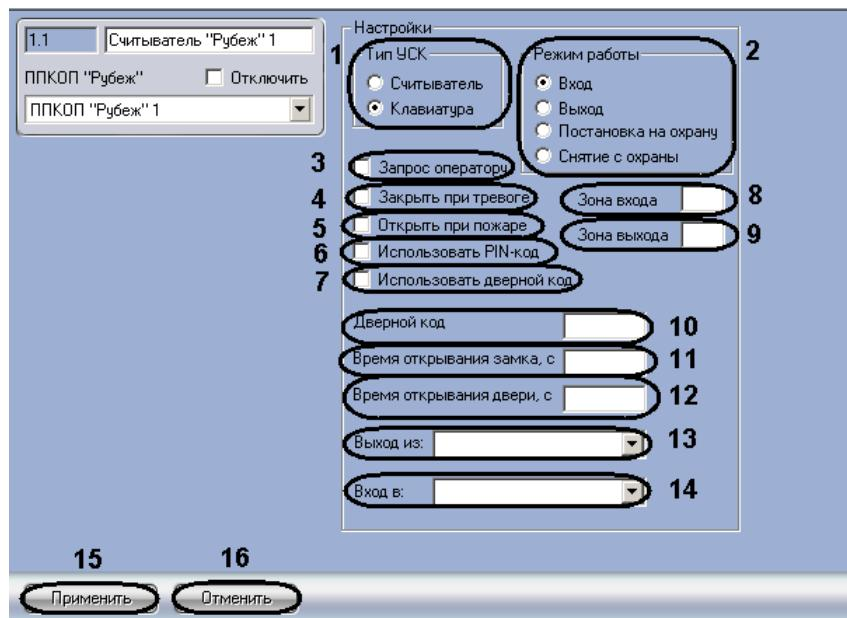

Рис. 3.5-2 Настройка считывателя
- Перейти на панель настроек объекта **Считыватель “Рубеж”** (Рис. 3.5-2).
- В поле **Тип УСК** установить переключатель в положение соответствующее используемому типу устройства считывания кода (см. Таб. 3.5-1, Рис. 3.5-2, 1).
- В поле **Режим работы** установить переключатель в положение соответствующее режиму работы данного считывателя (см. Таб. 3.5-2, Рис. 3.5-2, 1).
- Установить флажок **Запрос оператору**, если необходимо посылать запрос оператору для подтверждения открытия двери (см. Рис. 3.5-2, 3).
- Установить флажок **Закрыть при тревоге**, если необходимо закрывать дверь при срабатывании тревожной сигнализации (см. Рис. 3.5-2, 4).
- Установить флажок **Открыть при пожаре**, если необходимо открывать дверь при фиксировании пожарной тревоги (см. Рис. 3.5-2, 5).
- Установить флажок **Использовать PIN-код**, если необходимо использовать ввод PIN-кода (см. Рис. 3.5-2, 6).
- Установить флажок **Использовать дверной код**, если необходимо использовать ввод кода считывателя (см. Рис. 3.5-2, 7).
9. В поле **Зона входа** ввести номер охранной зоны прибора *Рубеж-07*, куда входит пользователь через данный считыватель (см. Рис. 3.5-2, **8**).
10. В поле **Зона выхода** ввести номер охранной зоны прибора *Рубеж-07*, откуда выходит пользователь через данный считыватель (см. Рис. 3.5-2, **9**).
11. В поле **Дверной код** ввести код считывателя (см. Рис. 3.5-2, **10**).
12. В поле **Время открывания замка** установить значение в секундах, определяющее временной интервал удержания замка в открытом состоянии при срабатывании считывателя (см. Рис. 3.5-2, **11**).
13. В поле **Время открывания двери** установить значение в секундах, определяющее временной интервал удержания двери в открытом состоянии, после которого генерируется сигнал **Удержание двери** (см. Рис. 3.5-2, **12**).
14. Из раскрывающегося списка **Вход в:** выбрать объект **Раздел**, соответствующий территории, расположенной со стороны выхода через считыватель (см. Рис. 3.5-2, **13**).
15. Из раскрывающегося списка **Выход из:** выбрать объект **Раздел**, соответствующий территории, расположенной со стороны входа через считыватель (см. Рис. 3.5-2, **14**).
16. Для сохранения изменений нажать кнопку **Применить** (см. Рис. 3.5-2, **15**).
*Примечание. Для отмены внесенных изменений необходимо нажать кнопку **Отмена** (см. Рис. 3.5-2, **16**).*